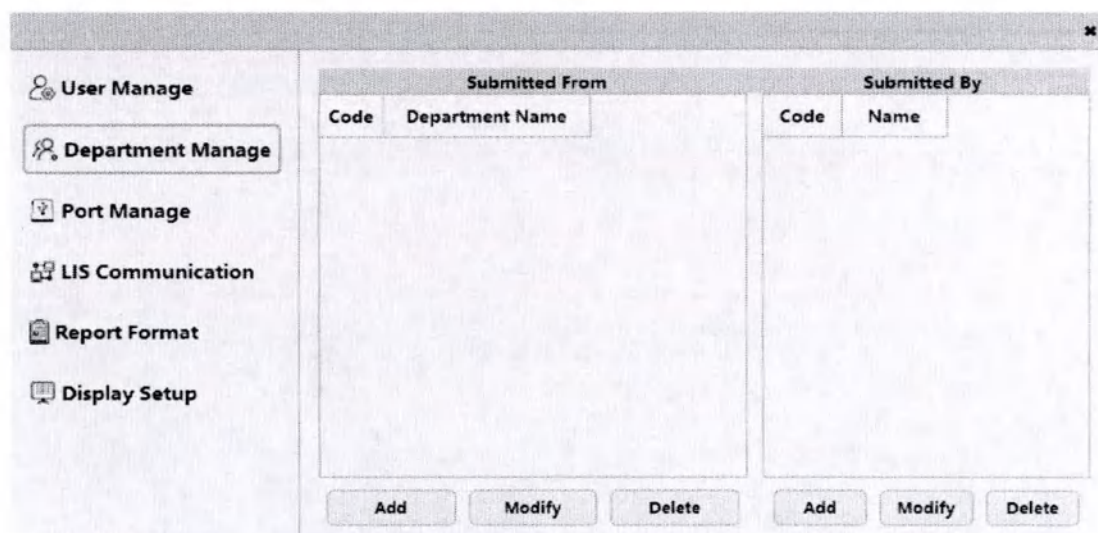

Рис. 4-45 Интерфейс управления отделениями
4.9.2 Управление отделениями: для добавления отделений и врачей. См. рис. 4-45.